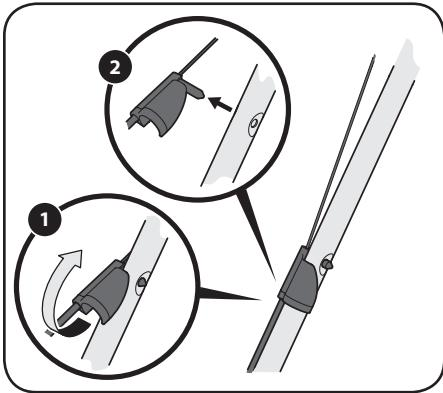

Figure 4-3
- Faites pivoter vers le haut le raccord du câble d'entraînement situé sur la poignée supérieure gauche. Voir Figure 4-3.